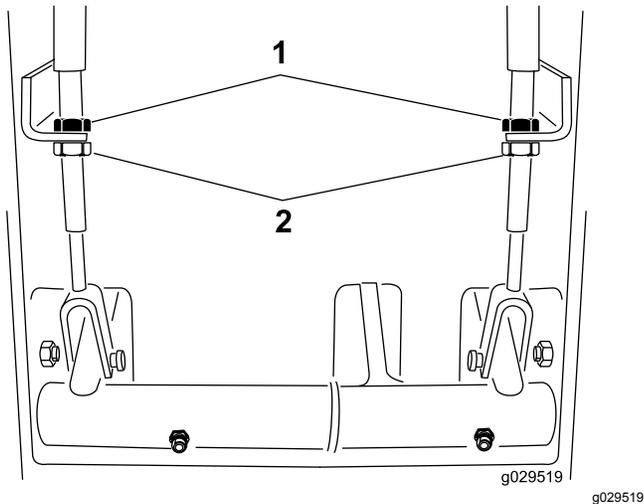

図 69
2. 遊びを減らすブレーキを締めるには、ブレーキケーブルのねじ山の前ナットをゆるめる 図 69。